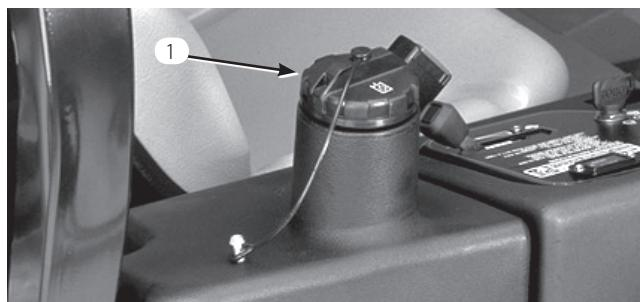

図 30
2. 油圧タンクの補給口の周辺をきれいに拭く（図30）。給油口からキャップを取ります。